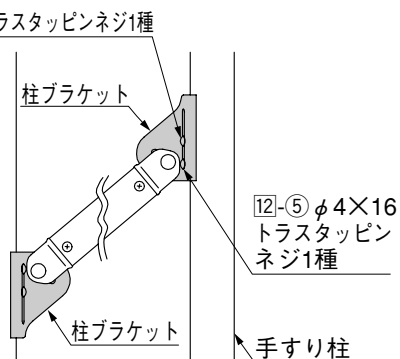

図4-5 スロープ・階段施工の例
- スロープ・階段施工の場合、位置が高い方の柱ブラケットを上下逆向きにしてください。(図4-5参照)